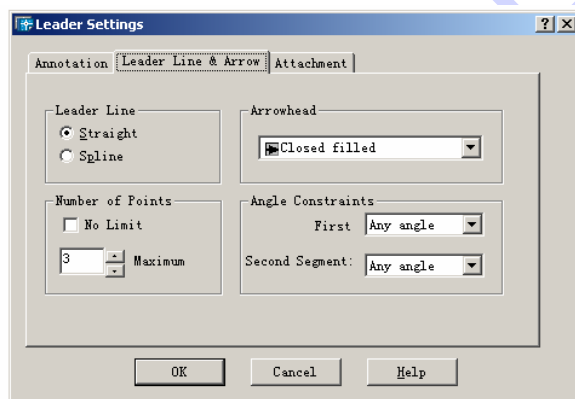

图 8-45 Leader Line & Arrow 选项卡
- (1) Annotation (注释) 选项卡。图 8-45 为引线设置中 Annotation 选项卡的界面。该选项卡界面的具体的内容如下：
(2) Leader Line & Arrow 选项卡。单击该选项卡，则出现图 8-45 的引线设置对话框 Leader Line & Arrow 选项卡界面。下面介绍该对话框中各选项的含义：